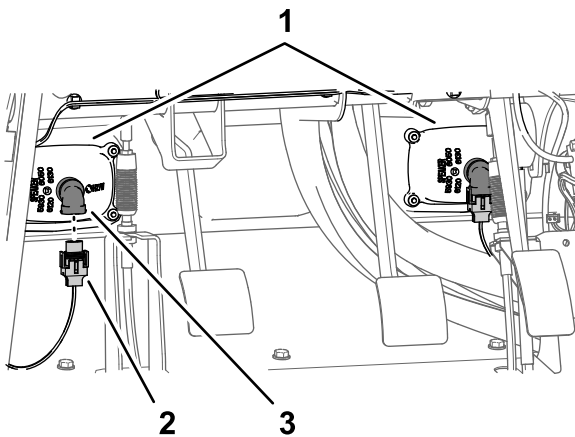

Figura 12
- Desconecte los 2 conectores hembra de 2 vías del arnés de cables de la máquina de los conectores de 2 pines de los faros derecho e izquierdo (Figura 12).